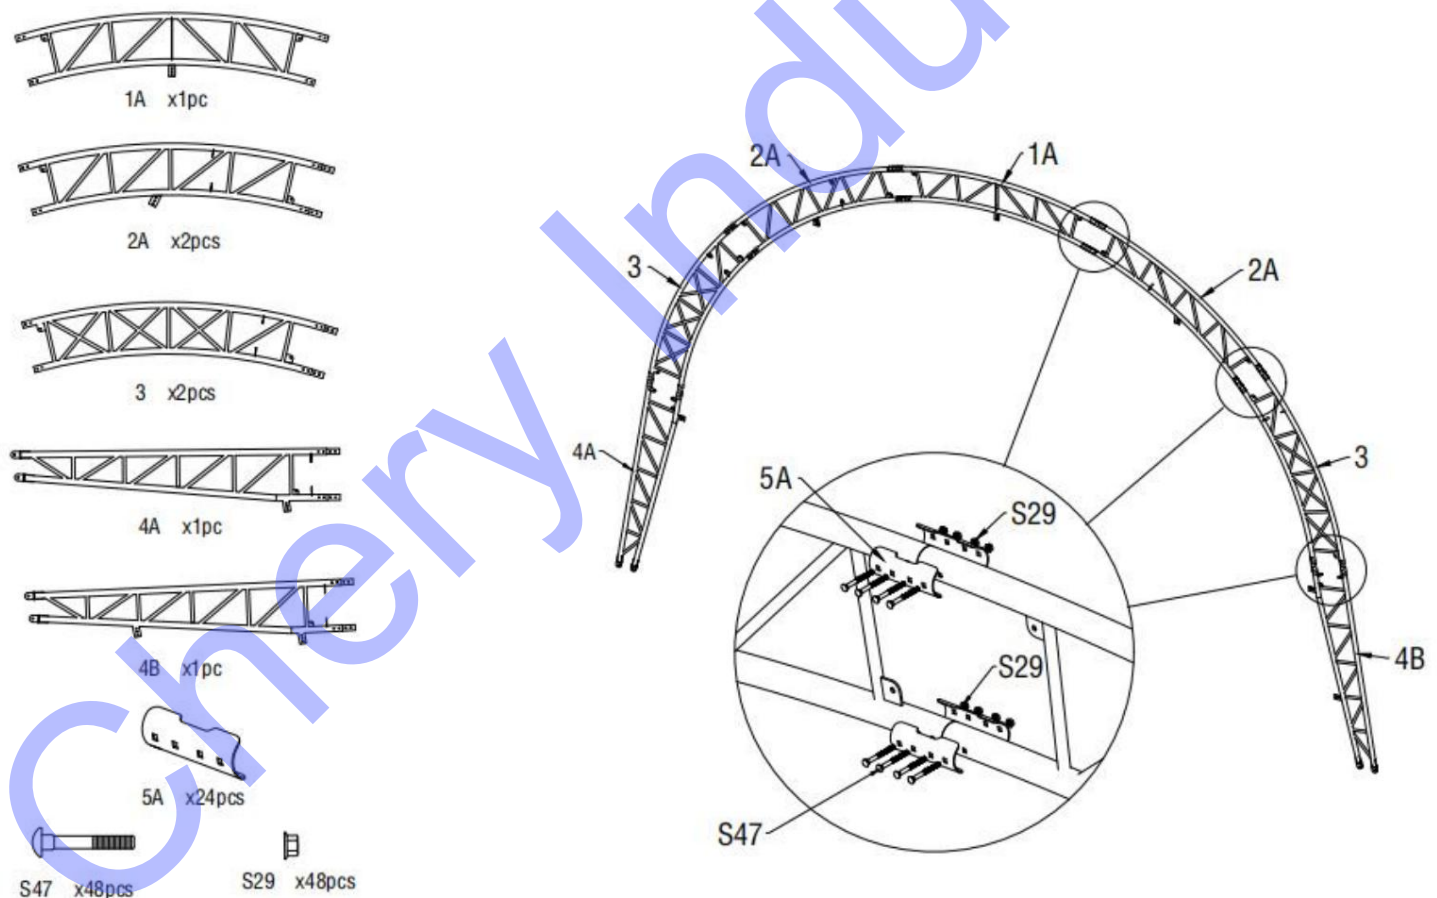

Figure 3
1. Comme le montre la figure 3, trouvez un tube de toit supérieur dans les portes avant et arrière (n° 1A), deux tubes courbés supérieurs de toit dans les portes avant et arrière (n° 2A), deux tubes courbés centraux de toit dans les portes avant et arrière (n° 3), deux tubes courbés inférieurs dans les portes avant et arrière (4A et 4B) et assemblez le premier et le dernier groupe d'arches avec un boulon de carrosserie M8x70 (n° S47). N'installez PAS la vis sur le dessus de la ferme où reposera le tissu.